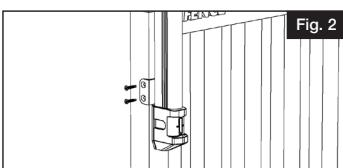

Fig. 2
Tout en maintenant le loquet en place à la hauteur souhaitée sur le poteau de barrière, insérer (2) vis no 10 x 1 po (25 mm) dans le support inférieur « A » (Fig. 2).